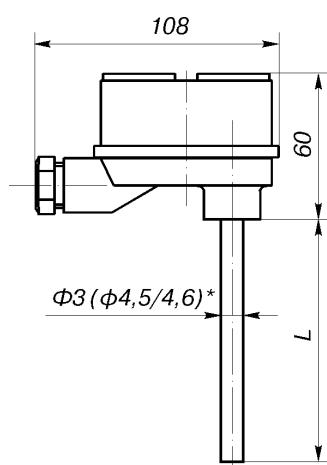

Рис.1.
**Назначение:** преобразователи термоэлектрические **TXA Метран-231** и **TXK Метран-232 по рис. 1, 2, 3 (кабельные)** предназначены для измерения температуры жидких и газообразных химически неагрессивных сред, а также агрессивных, не разрушающих материалы оболочки кабеля.
**Материал головки:** полiamид Технамид® А-СВ30-Л - для рис.1.